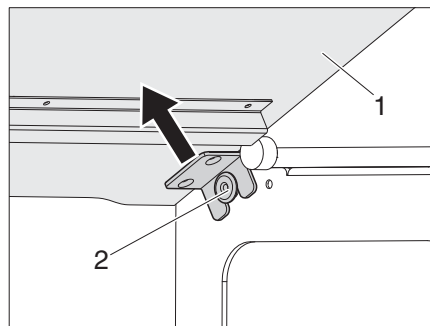

Fig. 25 Perno
- Spingere la prolunga del letto (Fig. 25,1) a sinistra e a destra dal perno (Fig. 25,2).